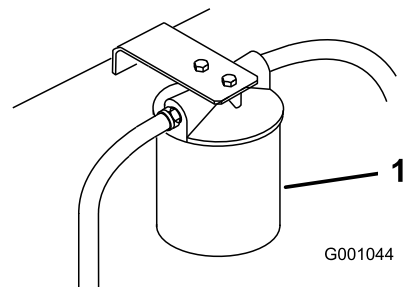

Figura 60
4. Coloque un recipiente bajo el filtro, retire el filtro usado y limpie con un paño la superficie de la junta del adaptador del filtro (Figura 60).